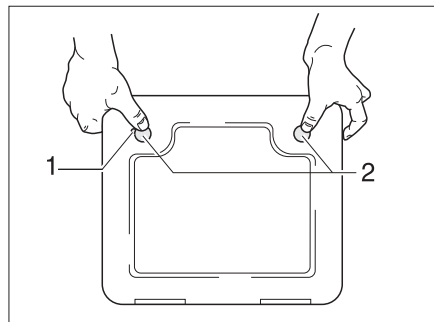

Bild 149 Klappe für die Toiletten-Kassette
- Die Klappe für die Kassette außen am Fahrzeug öffnen. Dazu den Schlüssel in den Schließzylinder des Druckschlössers (Bild 149,1) stecken und eine viertel Umdrehung drehen.
- Beide Druckschlösser (Bild 149,2) gleichzeitig mit dem Daumen drücken und die Klappe für die Kassette öffnen.